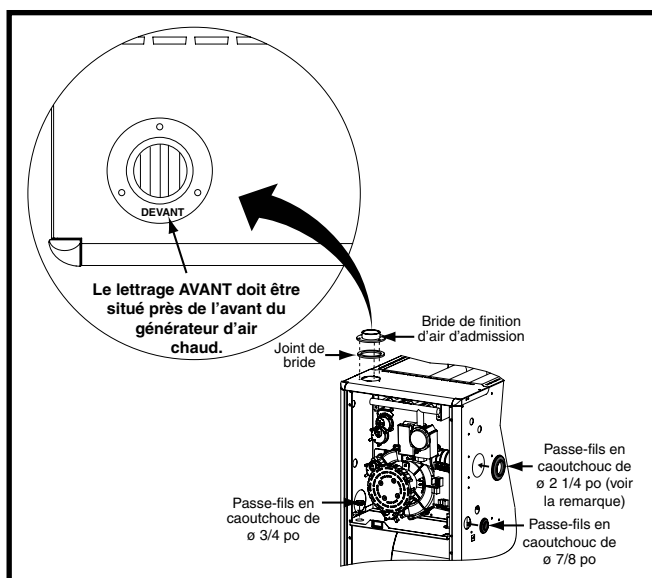
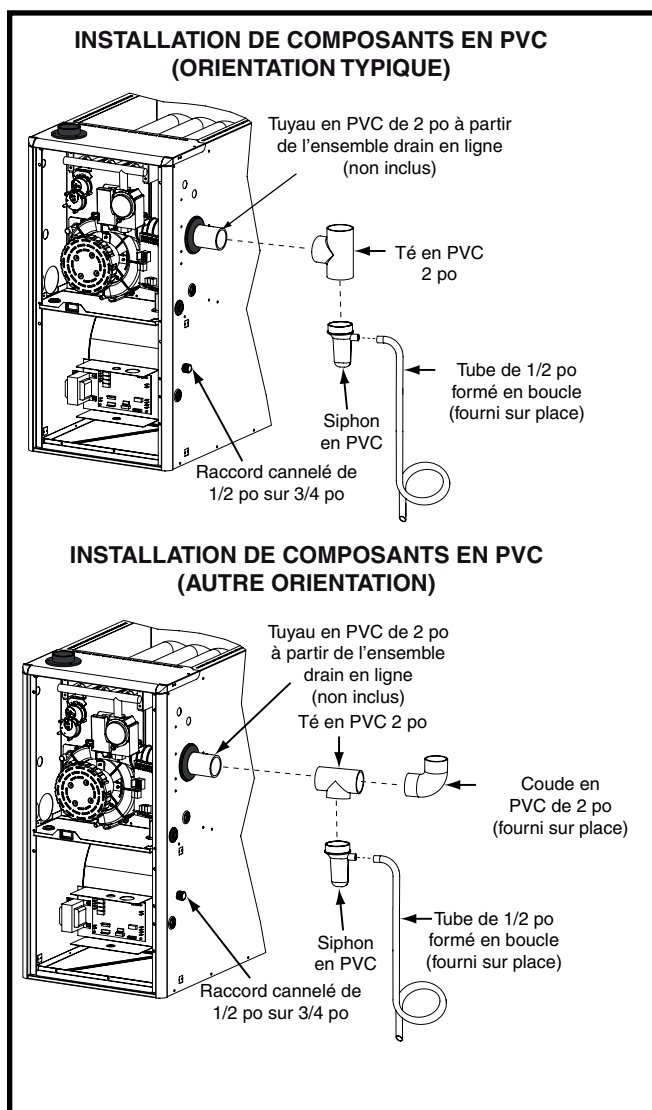

Figure 15. Passe-fils en caoutchouc
Figure 16. Composants en PVC
Les composants illustrés à la Figure 15 et à la Figure 16, \(page 18\) sont inclus dans le sac de pièces supplémentaires fourni avec les générateurs d'air chaud *MQ. Selon le type d'installation, certains de ces composants sont facultatifs et peuvent ne pas être utilisés. Veuillez vous reporter aux descriptions et aux figures d'accompagnement pour installer ces éléments.
REMARQUE : Pour une installation appropriée, il est important d'aligner le conduit et les trous de vis dans la bride de finition, le joint d'étanchéité et l'armoire. Consulter la Figure 15.
Le passe-fils en caoutchouc de 2 1/4 po est utilisé pour assurer l'étanchéité de l'ouverture entre l'armoire du générateur d'air chaud et le conduit d'événement en PVC de 2 po. Il faut installer le passe-fils en caoutchouc dans le trou de 3 po avant de sortir le conduit d'événement de l'armoire. Aucun produit d'étanchéité n'est requis. Consulter la Figure 15.
Le té et le siphon en PVC de 2 po (Figure 16, page 18) sont utilisés lorsque l'inducteur est orienté pour faire sortir l'évent du côté gauche ou du côté droit de l'armoire du générateur d'air chaud.
1. Installer le té en PVC à la verticale sur le conduit d'évent de 2 po qui sort par le côté de l'armoire. Coller les deux éléments ensemble de façon permanente au moyen de l'apprêt et de la colle appropriés. Se reporter à l'orientation typique illustrée à la Figure 16.
1. Installer le té en PVC à l'horizontale sur le conduit d'évent de 2 po qui sort par le côté de l'armoire. Coller les deux éléments ensemble de façon permanente au moyen de l'apprêt et de la colle appropriés. Se reporter à l'autre orientation illustrée à la Figure 16.